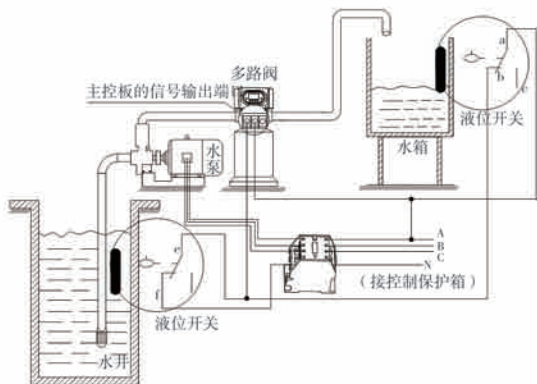

图3-6通过水箱液位控制进水泵的接线图
3) 通过水箱液位开关控制进水泵（三相电机，图3-6）（设为b-01）